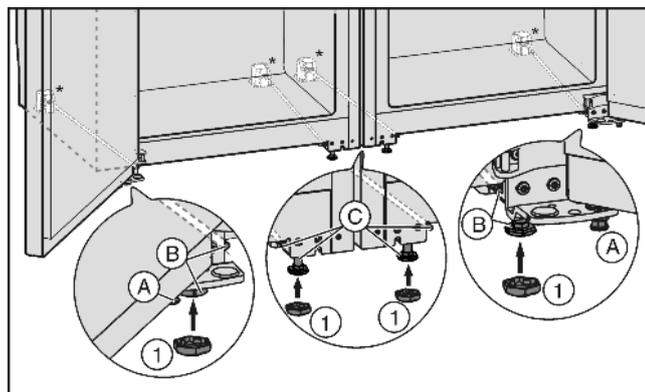

Fig. 4
- 必要时在两个设备前将垫脚 Fig. 4 (A) 完全转入，这样就不会接触地板。
- 将套子 Fig. 4 (1) 放在前面四个垫脚上。
- 旋入中间的垫脚 Fig. 4 (C)，以便能够不接触地板。
- 通过外垫脚 Fig. 4 (B) 校准组合。
- ▶ 再次降低中间的垫脚 Fig. 4 (C)，直至其接触到地板。
- ▶ 然后支撑门：降低托架上的垫脚 Fig. 4 (A)，直到垫脚平置于地板，然后继续旋转 90°。